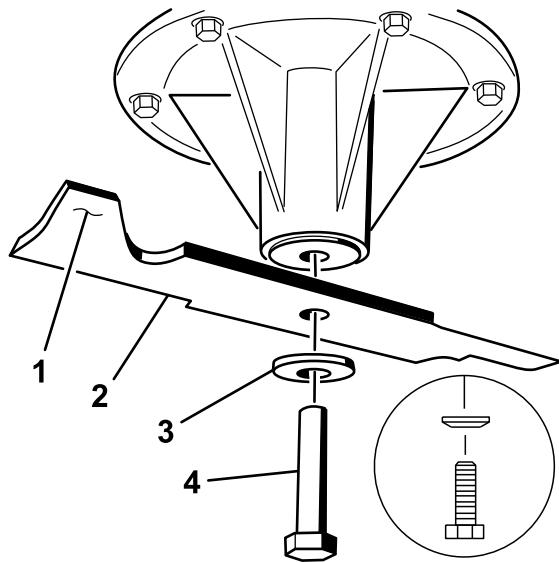

Figure 56
2. Pour les plateaux de coupe de 40 et 48 pouces, enlevez le boulon de lame, la rondelle bombée et la lame de l'axe de pivot (Figure 56).
3. Si la lame reste horizontale, elle est équilibrée et peut être utilisée. Si la lame est déséquilibrée, limez un peu l'extrémité de la partie incurvée seulement (Figure 56)
1. Placez la lame sur l'axe (Figure 56).
Important: Pour obtenir une coupe correcte, la partie incurvée de la lame doit être tournée vers le haut et dirigée vers l'intérieur du carter de tondeuse (Figure 56).
2. Sur les plateaux de coupe de 40 et 48 pouces, montez la lame, la rondelle bombée et le boulon de lame (Figure 56).